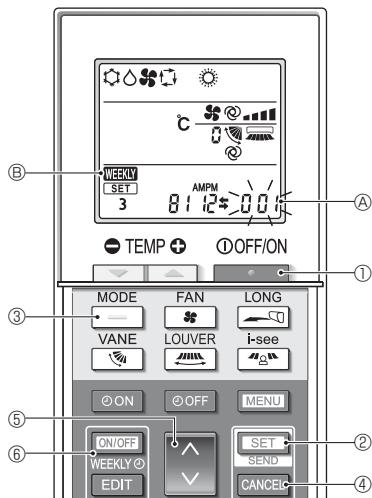

Fig. 4-12
- Appuyez sur la touche ②.
4.12.8. Désactivation du mode AUTO (Fig. 4-12)
- Appuyez sur la touche ① pour arrêter le climatiseur.
- Si la minuterie hebdomadaire est activée, appuyez sur la touche ⑥ pour la désactiver. (Ⓑ disparaît).
- Appuyez sur la touche ② pendant 5 secondes.
- Appuyez sur la touche ④.
- Achèvement des réglages (Fig. 4-12)